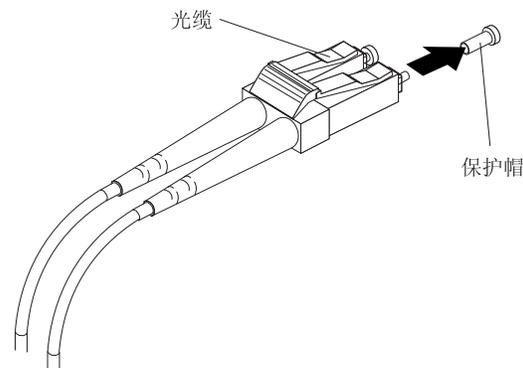

图 26. 卸下光缆保护帽
2. 如果有必要，如图 26 中所示，从 SFP 模块上取下保护帽。请保管好保护帽以供将来使用。
3. 如图 26 中所示，从 LC-LC 电缆的一端卸下两个保护帽。请保管好保护帽以供以后使用。